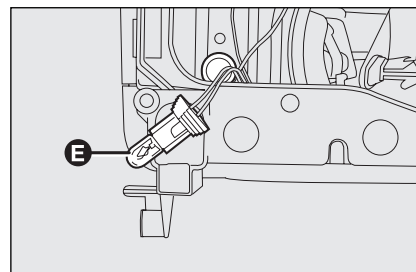

fig. 23
- enlever l'ampoule grillée **E-fig. 23** et engager la nouvelle ampoule;